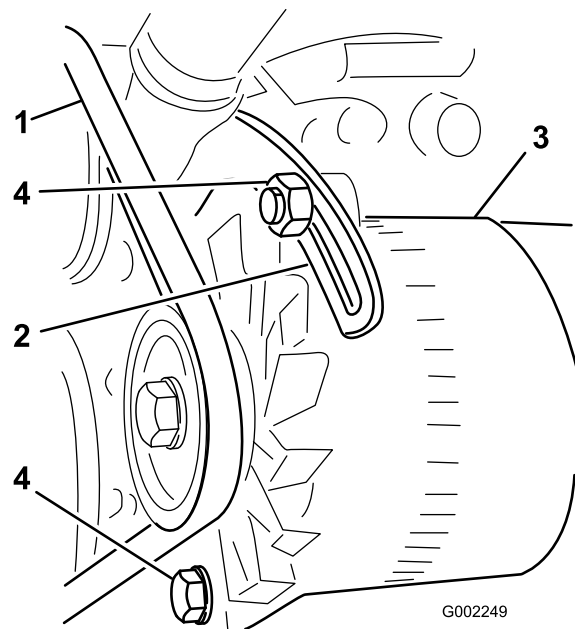

Bild 88
3. Lösen Sie die Schrauben, mit denen der Bügel am Motor befestigt ist, und die Schraube, mit der die Lichtmaschine am Bügel befestigt ist (Bild 88).